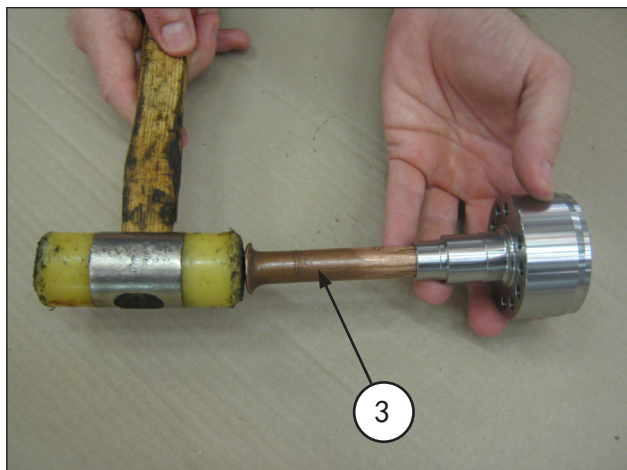
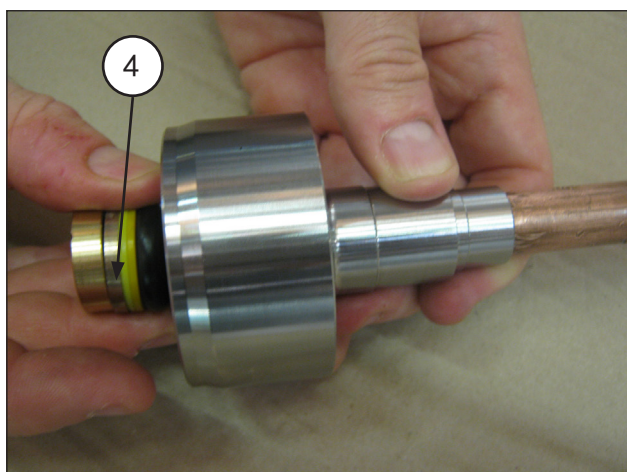
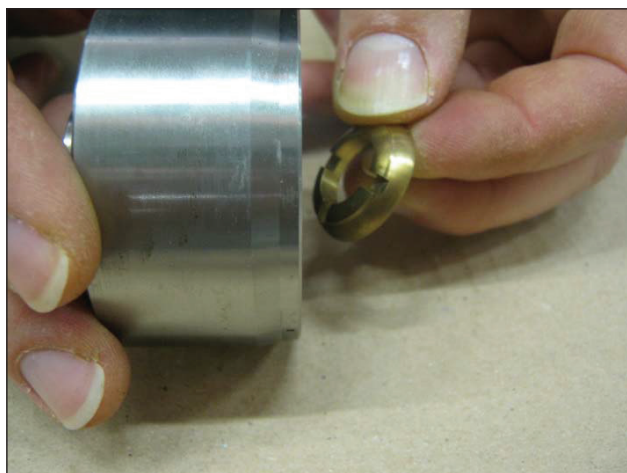

图 34
图 35
图 36
- 在高压密封圈支架已分离的状态下，使用专用顶杆（位置③ 图 34）将高压密封组件（位置④ 图 35）顶出，最后取下端环（位置图 36）。
每次拆除高压密封圈组（图 35，④）时，应加以更换。